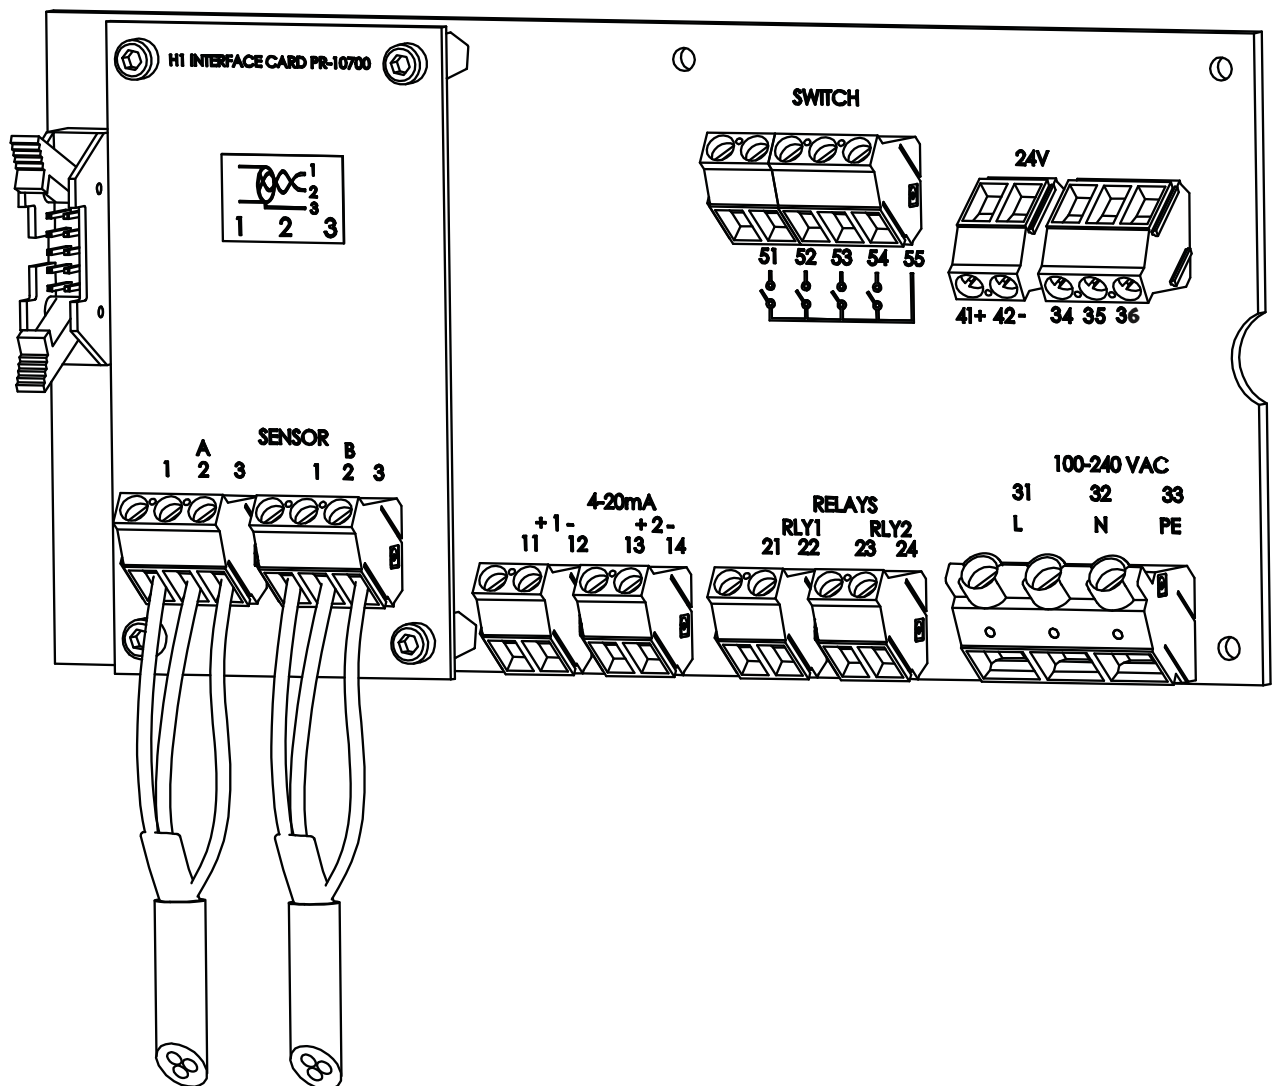

Figura 3.7 Placa-mãe do transmissor indicador para energia CA
O cabo contém um par de fios de sinal que são trançados (1,2) e uma proteção de cabo (3) (veja Seção 3.3.2 e Figura 3.7). Comprimento normal é 10 metros (33 pés) de cabo. O comprimento máximo de um cabo interligando é de 200m (660 pés). Os fios de sinal (1,2) são trocáveis (não-polarizado). Um cabo protector é ligado à terra - transmissor indicador.
Descrição dos terminais no H1 do cartão de interface PR-10701 e na placa mãe R-10600 transmissor (Figura 3.7):
A força eléctrica primária de CA é ligada a uma barra de terminais separada 31/32/33 marcada POWER no canto direito inferior do módulo (Figura 3.7). Os três terminais são marcados 31L, 32N e 33/PE. O terminal de força é ligado ao 33/PE diretamente às partes de metal expostas do Transmissor Indicador DTR.